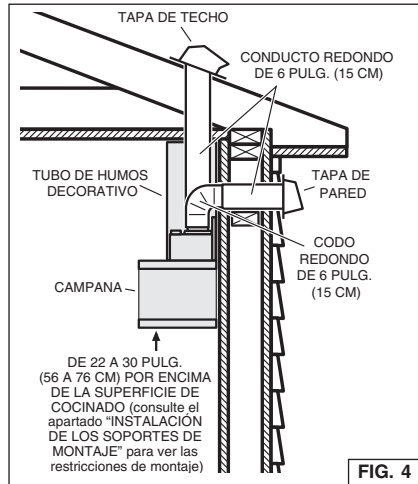

FIG. 4
1. Decida dónde instalará el conducto entre la campana y el exterior. Fig. 4.